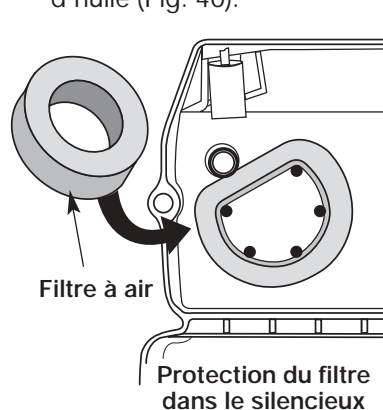

Fig. 37
2. Retournez le couvercle et inspectez l'intérieur pour repérer le filtre à air. Retirez le filtre à air de l'intérieur du couvercle du filtre à air/silencieux (Fig. 37).
6. Remplacez le filtre à air dans le filtre à air/couvercle du silencieux (Fig. 37).